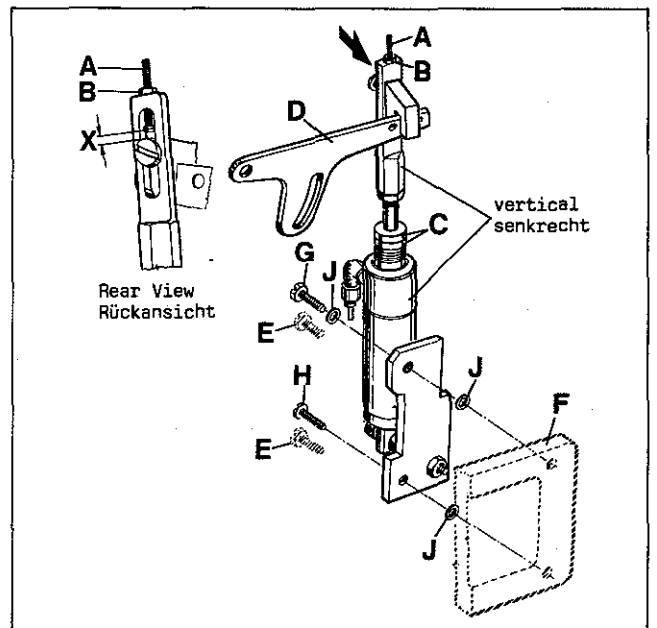

Fig. 46
Assemble the pneumatic presser foot lifter, supplied with the sewing table, to the sewing machine (see Fig. 46). For this remove two hex. head screws (E) from the support bracket (F) for the thread trimmer drive. Mount the presser foot lifter with the two screws (G and H, Fig. 46) and three washers (J) so that the air cylinder with strap is vertical (standard setting). Complete the tube connections, see Fig.3
Bauen Sie den mit dem Nähstisch gelieferten pneumatischen Drückerfußlifter an die Nähmaschine (siehe Fig. 46). Dazu müssen zwei Sechskantschrauben (E) aus dem Lagerbock (F) für den Fadenabschneider-Antrieb entfernt werden.
Montieren Sie den Drückerfußlifter mit den zwei Schrauben (G und H, Fig. 46) und den drei Scheiben (J) so, daß der Luftzylinder mit Lasche senkrecht steht (Standard-einstellung). Stellen Sie die Schlauchverbindungen her, siehe Fig. 3.
With adjusting screw (A, Fig. 46) the presser foot lifting can be changed. Loosen lock nut (B) and turn adjusting screw (A) down to increase the presser foot lifting or up to decrease it. Retighten lock nut (B).
The end play (X, Fig. 46) of presser foot lifter lever (D) should be at least 1 mm (3/64 in.) before the presser foot starts lifting.
Mit der Einstellschraube (A, Fig. 46) kann das Anheben des Drückerfußes verändert werden. Lösen Sie die Feststellmutter (B) und drehen Sie die Einstellschraube (A) nach unten um das Anheben des Drückerfußes zu vergrößern oder nach oben, um es zu verkleinern. Ziehen Sie die Feststellmutter (B) wieder an. Der Ausbau eines oder beider Anschlagringe (C) ist erforderlich, wenn der Drückerfuß mehr als 2 mm angehoben wird. Das Spiel (X, Fig. 46) des Drückerfußlifterhebels (D) muß mindestens 1 mm betragen bevor der Drückerfuß anzuheben beginnt.